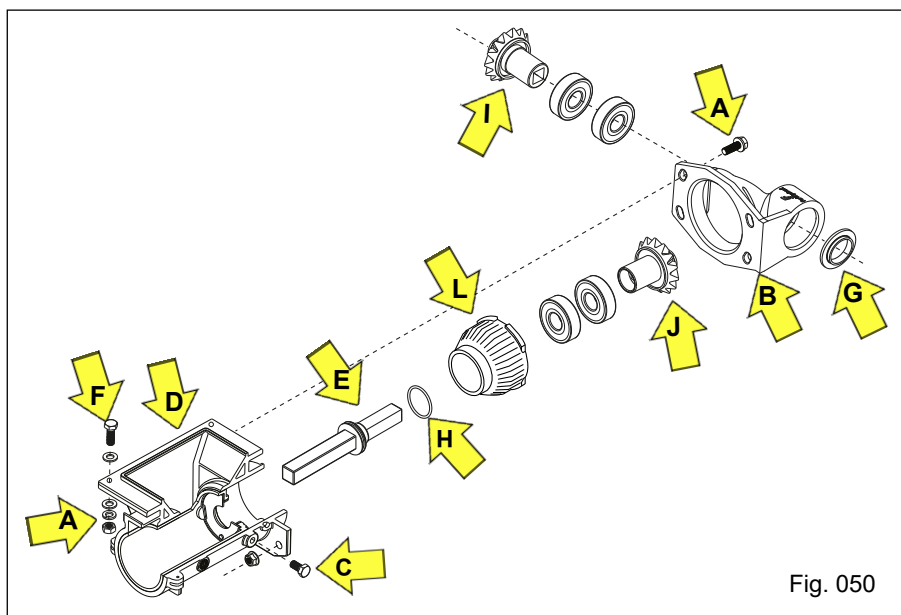

Fig. 050
e) Para a troca, limpeza ou substituição dos rolamentos e componentes do conjunto, retire o conjunto dosador da Plantadora através da remoção do eixo acionador e buchas de união, afrouxe e retire os parafusos de fixação do dosador na base do distribuidor. A seguir retire os quatro parafusos e porcas “A” de fixação do mancal suporte dos pinhões de transmissão “B”, afrouxe e retire os parafusos “C” de fixação do revestimento “D”, retirando a seguir o conjunto. Retire o eixo acionador “E” e remova a bucha “L” dos mancais do rolamento, fazendo a limpeza ou substituição necessária (Fig. 050).
Observe se há necessidade de montar arruelas de ajuste “H” nos pinhões “I e J”. Havendo necessidade de substituição dos pinhões, troque as tuas peças, ou seja o pinhão motriz “I” e o pinhão movido “J”. Aproveite para verificar as condições do parafuso “F”, caso os mesmos apresentem corrosão excessiva, deve substituir por parafuso de inox (Fig. 050).